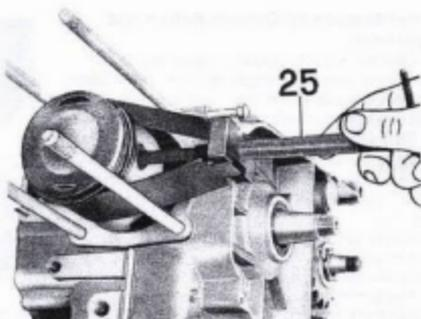

Abb. 18
- der Kolben, die Kolbenbolzenfedern und der Kolbenbolzen unter Verwendung des Werkzeugs Nr. 26907800 (25 aus Abb. 18);